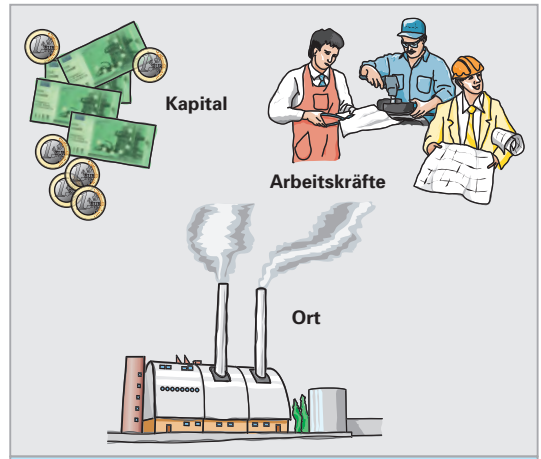

Bild 1: Produktionsfaktoren
Unter *Produktion* versteht man das Erzeugen von Gütern und Dienstleistungen (**Bild 1**).
- Boden, d. h. ein Ort zur Verfügung steht (**Bild 1**).